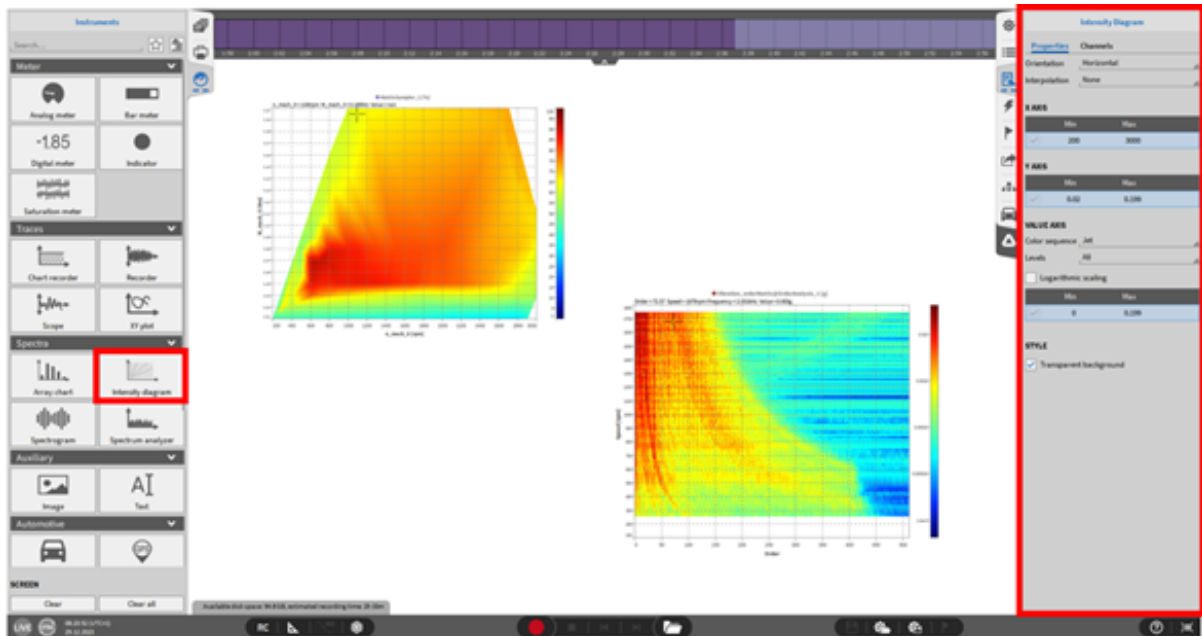

Abb. 8.48: Heatmap - Übersicht
- Wählen Sie verschiedene Level, um eine definierte Abstufung mit schwarzem Rand zu erhalten. Die linke Matrix in Abb. 8.48 zeigt keine Abstufung und die rechte Matrix hat eine 10-stufige Abstufung.